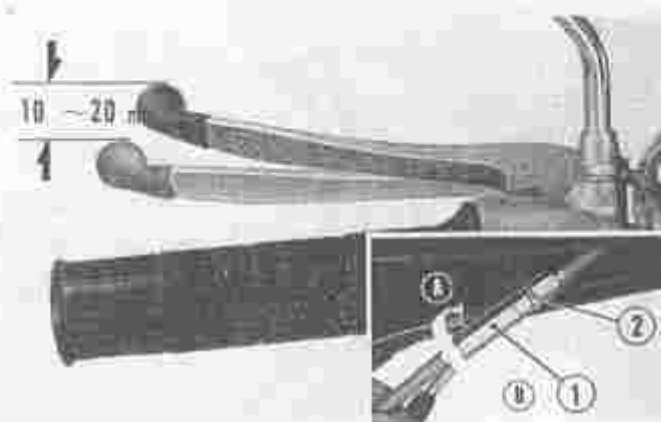

Fig. 7 Koppelingshandel speling (CD50H)
- 1) Controleer de vrije speling aan het eind van het koppelingshandel. Deze moet 1 à 2 cm bedragen. (Fig. 7)
(Fig. 7)